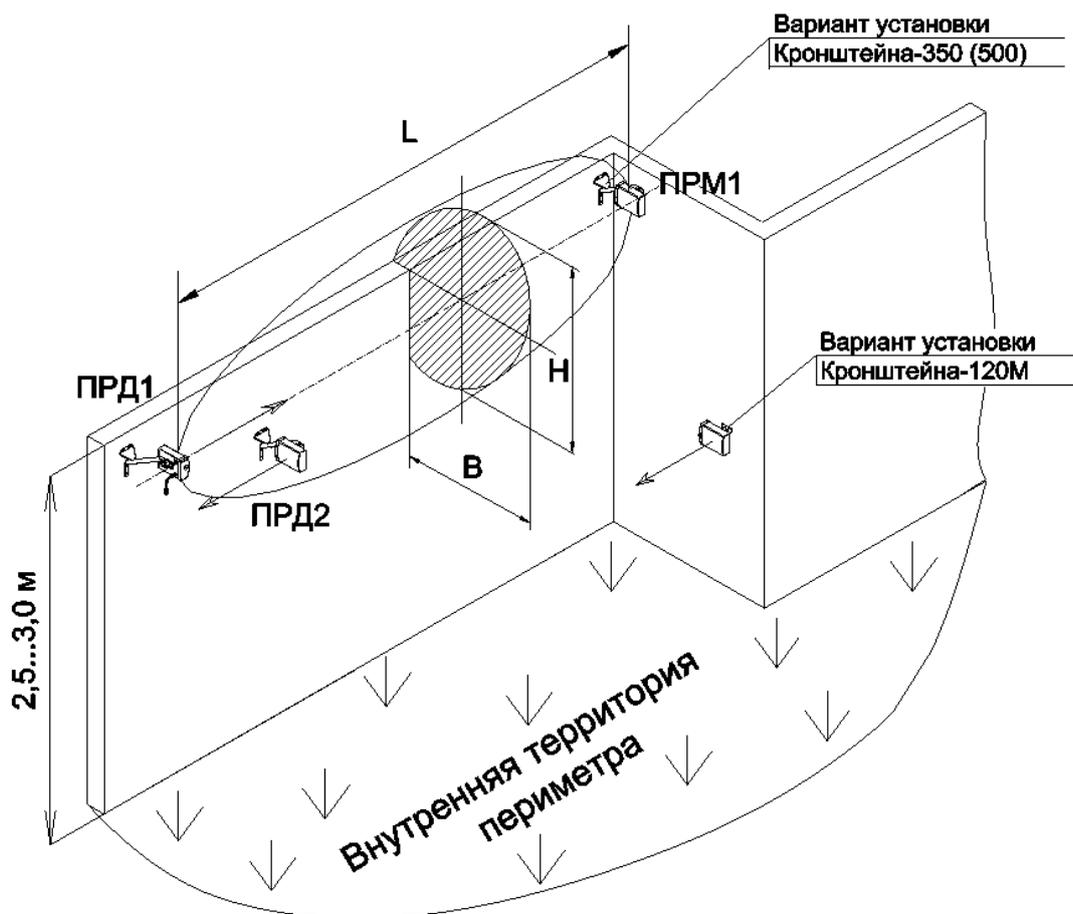

Рисунок 2.8 – Пример установки извещателя с применением выносных кронштейнов 500, 350, 120М
– Кронштейн-500 (вынос 500 мм) рекомендуется применять, если верх заграждения «закрит» средствами физической защиты (АСКЛ, АКЛ и т.п.) (см. рисунок 2.8);
– Кронштейн-350 (вынос 350 мм) рекомендуется применять, если по верхней части заграждения отсутствуют средства физической защиты (см. рисунок 2.8).